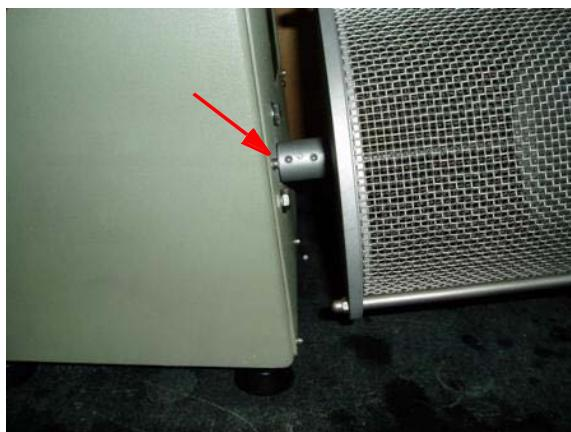

Рисунок 2: Барабан на валу
2. Осторожно наденьте вращающийся барабан на вал (поз.1, рис.6) таким образом, чтобы находящиеся на нем болты были расположены над плоской гранью вала (рис.2).